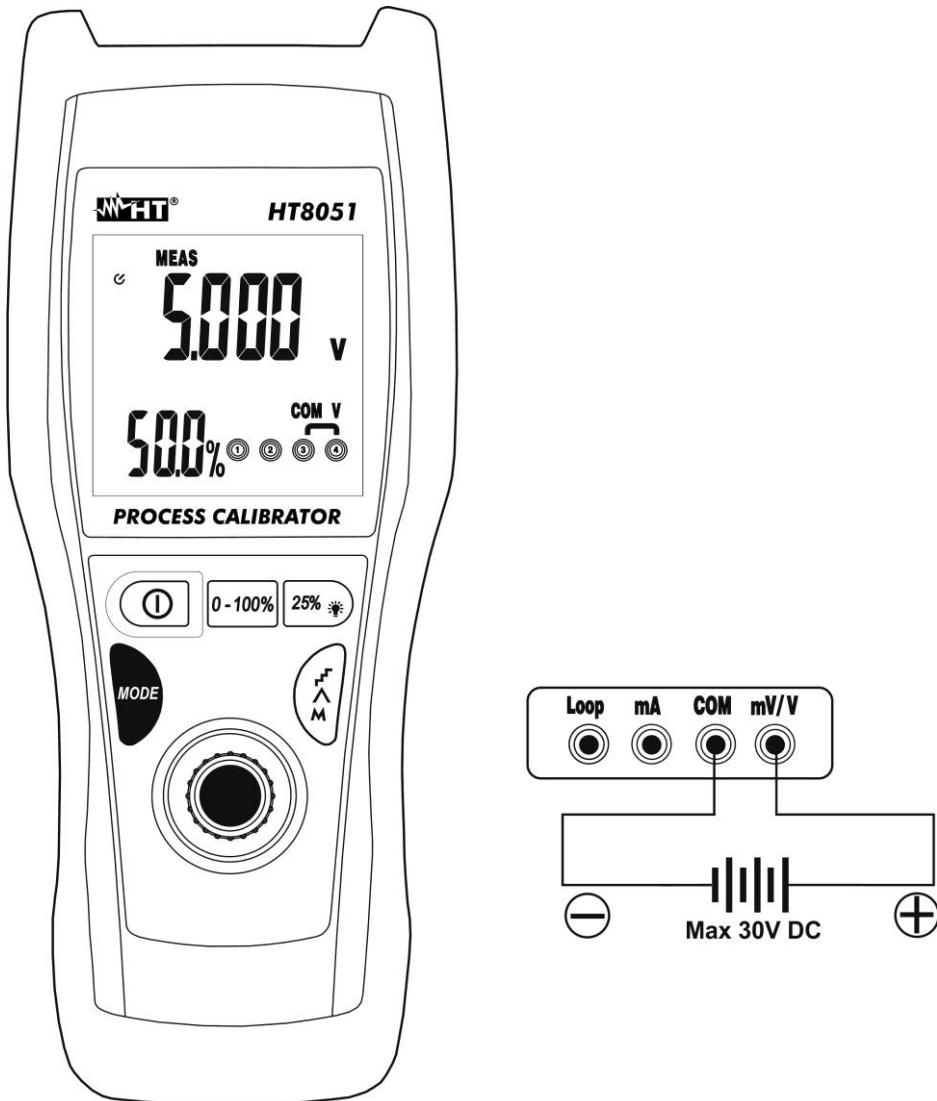

Fig. 3: Medição de tensões CC
- Colocar a ponteira verde e a ponteira preta, respectivamente, nos pontos com potencial positivo e negativo do circuito em exame (ver Fig. 3). O valor da tensão é apresentado no display principal e o valor percentual em relação ao fundo da escala no display secundário.
- A mensagem "-OL-" indica que a tensão em exame excede o valor máximo mensurável pelo instrumento. O instrumento não executa medições de tensão com polaridade oposta em relação à ligação da Fig. 3. O valor "0.000" é apresentado no display.